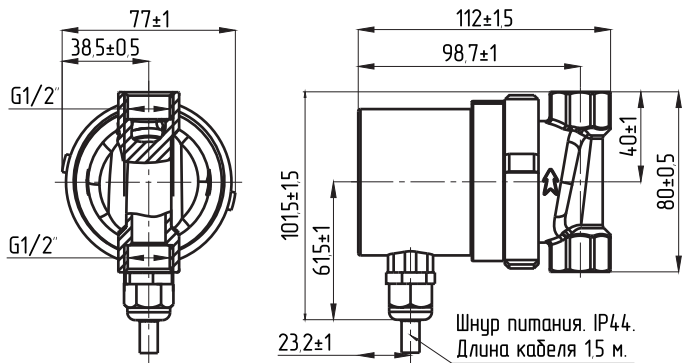

Рис.2 Монтажные размеры насоса
- При монтаже насоса необходимо установить обратный клапан за насосом. Стрелка на корпусе насоса указывает направление протекания рабочей жидкости (**см. Рис.2**);